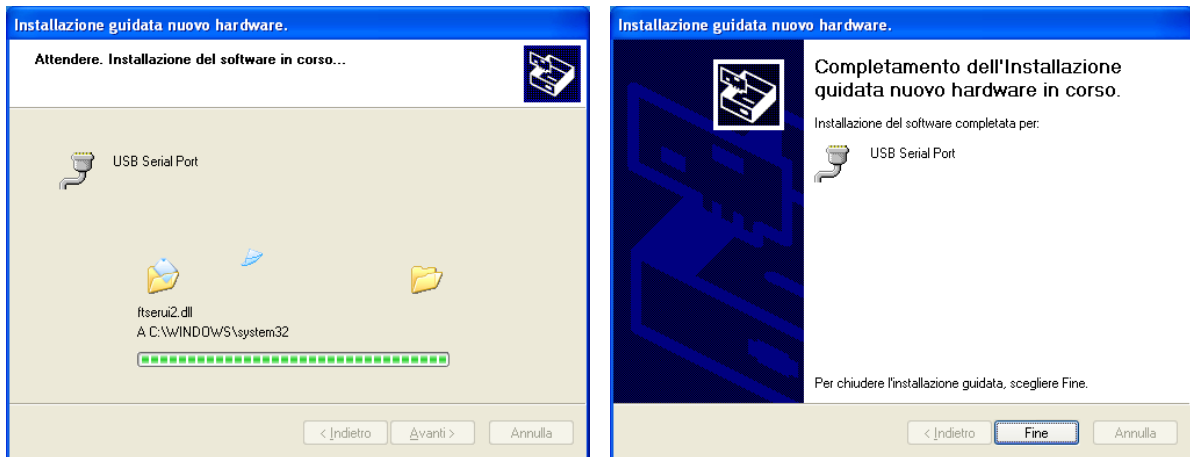

Fig. 7. Installazione drivers MBS-MR (11)
- Il computer inizia l’installazione dei drivers (fig. 7/11), e al termine della procedura mostra la finestra di avvenuta installazione. Premere il pulsante “Fine” per completare l’installazione dei drivers necessari e chiudere la finestra (fig. 7/12).